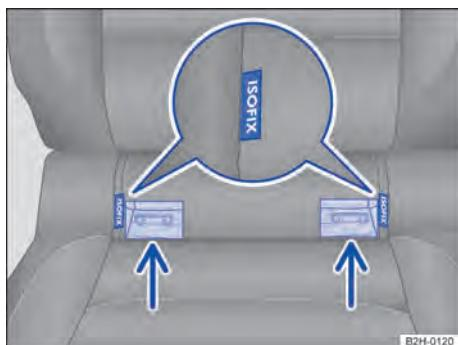

Fig. 43 Identificação dos pontos de ancoragem inferiores da cadeira de criança no banco do veículo.
- Colocar a cadeira de criança nos olhais de retenção. As aberturas de introdução se encontram ao lado das inscrições ISOFIX → Fig. 43 (seta). A cadeira de criança deve engatar de modo seguro e audível.
- Coloque a cadeira de criança na superfície do banco e pendure os ganchos das cintas de fixação nos olhais de retenção → Fig. 43.